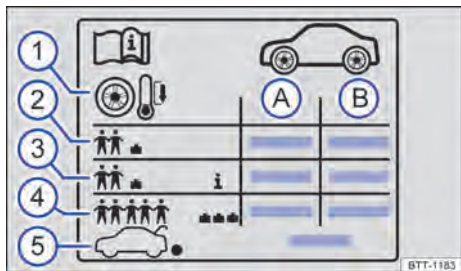

Fig. 267 Símbolos na etiqueta de pressão dos pneus.
Indicações na etiqueta → Fig. 267:
Dependendo do veículo, a etiqueta pode conter uma pressão conforto dos pneus → Fig. 267 ③. A pressão de conforto dos pneus possibilita aumentar o conforto da condução. Ao conduzir com a pressão de conforto dos pneus, pode aumentar o consumo de combustível. ▶
- Sempre adequar a pressão do pneus às condições de carga → Fig. 267 ④.